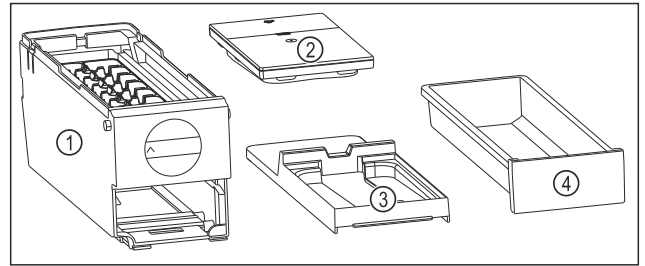

Fig. 76 Součásti EasyTwist-Ice
- ▷ EasyTwist-Ice je rozebrán na čtyři části. (viz Fig. 76)
- ▶ EasyTwist-Ice rozebírejte pouze na zobrazené součásti. (viz Fig. 76)
- ▶ Korpus EasyTwist-Ice Fig. 76 (1) vyčistěte jako celek.